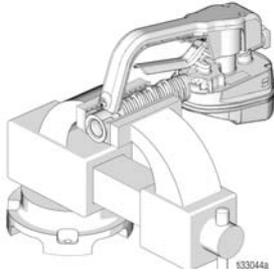

FIG. 1
1. Placez la vanne de distribution de précision dans un étau (FIG. 1).